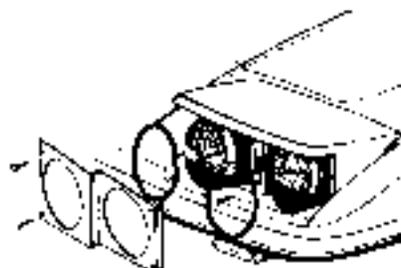

Fig. 73
- Durch Erösichtigung der Regelkreuzschrauben (mit A (Abb. 73) werden Scheinwerfer so orientiert, dass das produzierte Licht im Verhältnis zu den jeweiligen Kreuzen steht (Abb. 73).
## DEMONTAGE DER VORDEREN SCHEINWERFER (Abb. 73)
1. Die Befestigungsschrauben des Verschlussblechs der Scheinwerfer (Abb. 73)